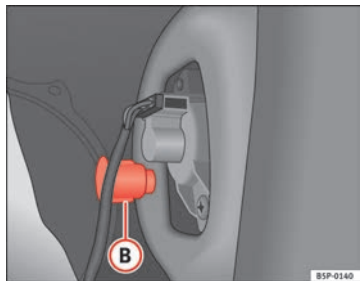

Abb. 191 Standlicht /
- Schrauben Sie die Kunststoffhalterung ⇒ Abb. 191 (B) der Rückleuchte heraus. Zum Herausdrehen können Sie einen Schraubendreher in dieses Teil einsetzen.